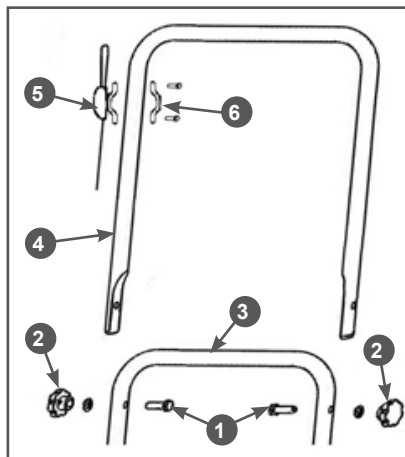

Рис. 2 Установка рабочей рукоятки
1. Совместите отверстия в нижней части 3 и верхней части 4 рабочей рукоятки и вставьте с внутренней стороны рукоятки в эти отверстия болты 1 (Рис. 2).
2. С внешней стороны установите плоские шайбы и закрутите гайки 2 до упора (Рис. 2).
4. Установите рычаг 5 газа с тросом на рабочую рукоятку и закрепите его с помощью скобы 6 крепления и крепежа (Рис. 2).